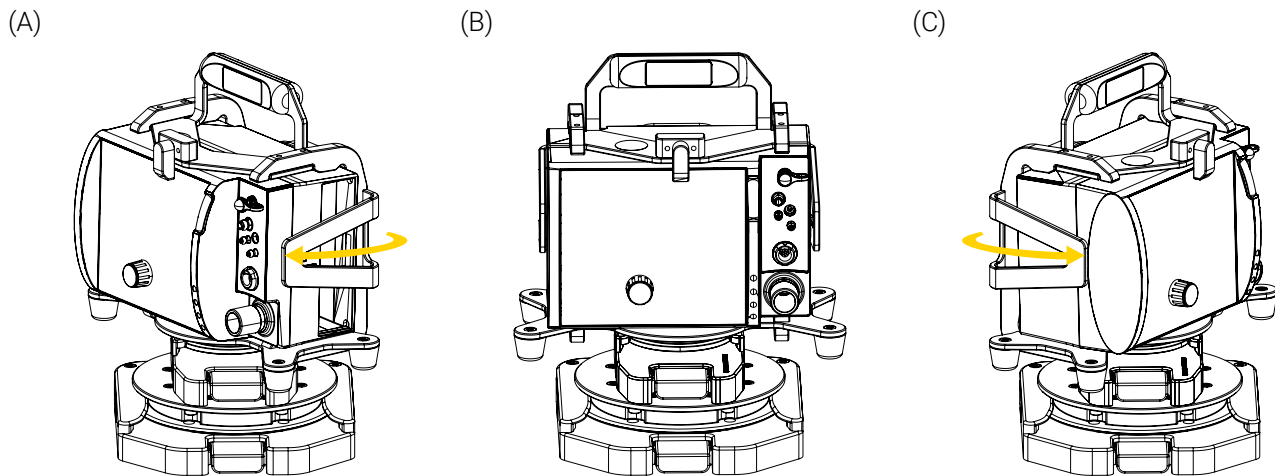

Figure 10: Rotation du support de fixation
3. Tourner le support de fixation jusqu'à 360 ° dans le sens horaire ou antihoraire, jusqu'à la position désirée (Figure 10).